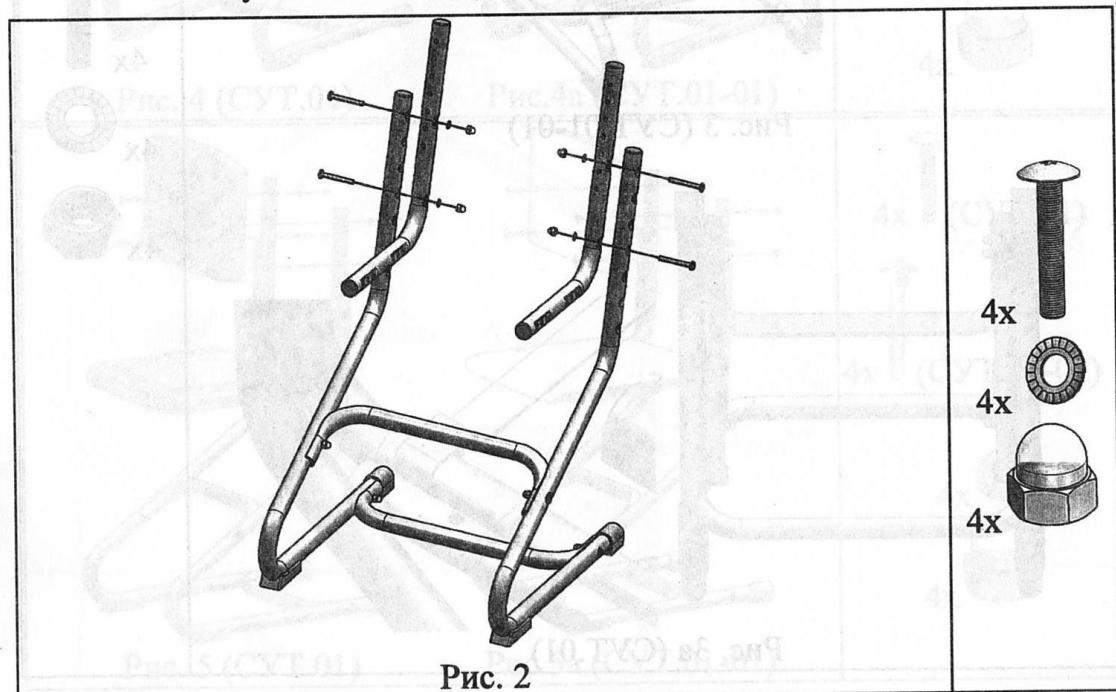

Рис. 2
4.1.2. С внутренней стороны стоек боковых (поз. 1) на требуемой высоте прикрепить верхние концы кронштейнов боковых (поз. 2) посредством винтов М6×51,5 (поз. 7 пакет №16) и колпачковых гаек М6 (поз. 3 пакет №16) с установкой под гайки зубчатых шайб (поз. 2 пакет №16). См. рис. 2.